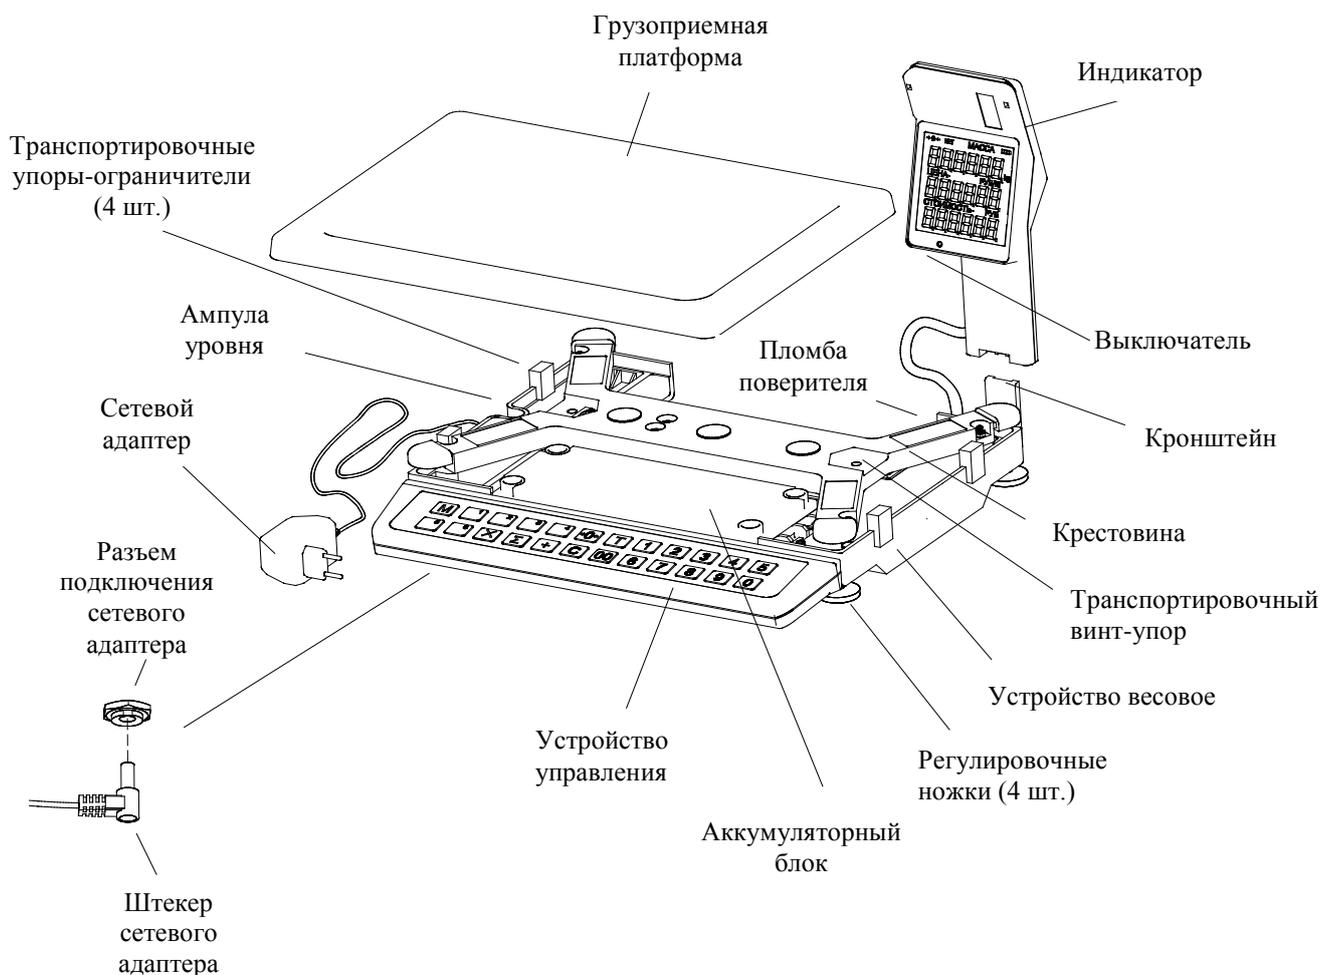
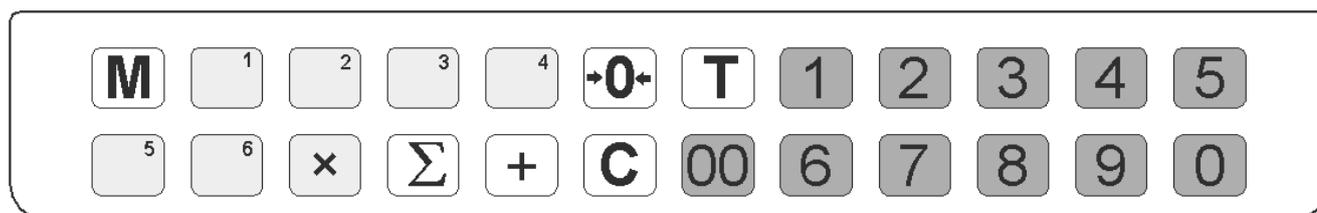
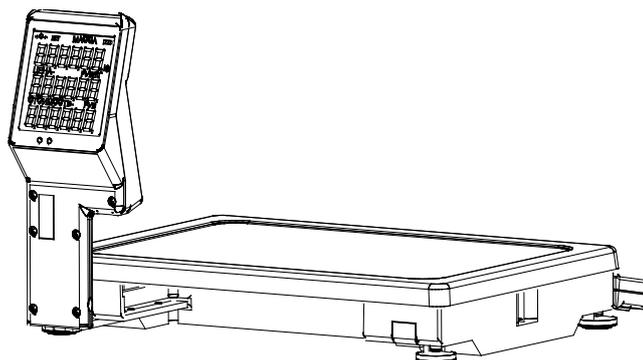

Рис. 5.1 - Весы МК\_ТН11
Рис. 5.3 - Клавиатура
Рис. 6.1 - Весы МК\_ТН11 в рабочем положении
Конструкция весов представлена на Рис. 5.1 ÷ Рис. 5.3. Назначение кнопок клавиатуры приведено в Табл. 5.1, назначение индикаторов - в Табл. 5.2.
6.2 Снять грузоприемную платформу с весов и убрать транспортировочные упоры - ограничители (Рис. 5.1).
6.3 Надеть индикатор на кронштейн устройства весового (Рис. 5.1, Рис. 6.1).
6.5 Установить грузоприемную платформу на весы (Рис. 5.1, Рис. 6.1).